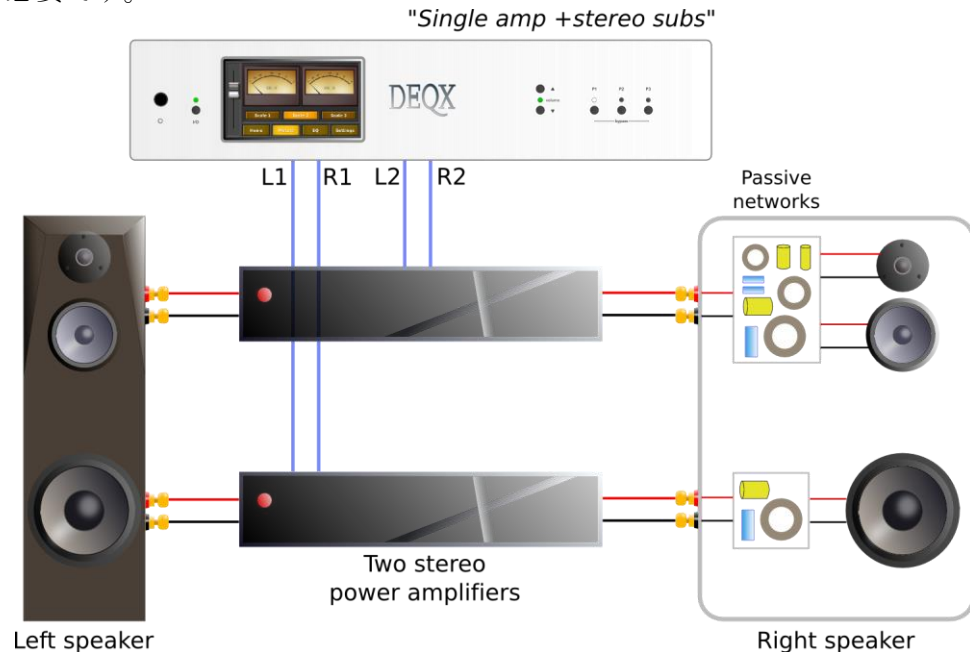

Figure 7. Hybrid active-passive three-way speaker
- あるいは、図7 (Figure 7) に示したような接続をして、「シングルアンプとオプションのステレオ・サブウーファー (“single amp with optional stereo subs”）」のスピーカー構成モードを使用します。ウーファーとミッド・ツイーターのネットワーク間に制限フィルターを使用する場合は、若干の注意が必要です。